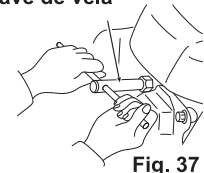
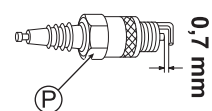

Fig. 37
Fig. 38
2. Retire a vela de ignição (P) usando a chave apropriada. (Veja a fig. 37)
3. Troque a vela de ignição (P) se estiver muito carbonizada ou se o isolador estiver trincado ou danificado.
4. Descarbonize o eletrodo e ajuste a folga entre os eletrodos em 0,7 mm. (Veja a fig. 38)
5. Instale a vela de ignição (P) e o terminal da vela de ignição (Q).